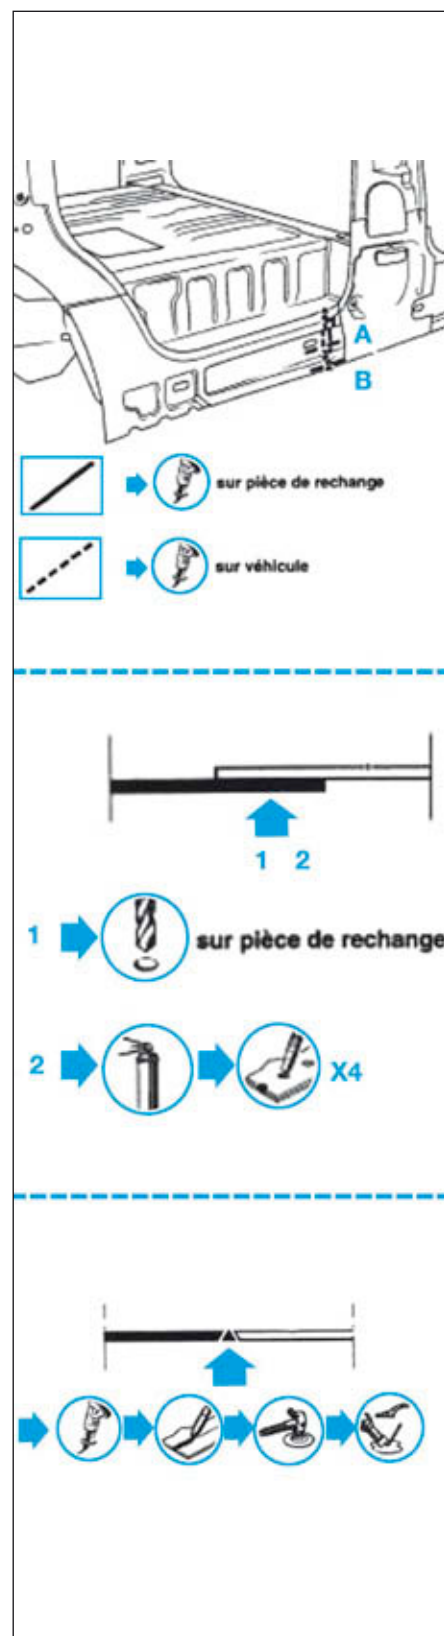

FIG.24
- Tracer puis découper la fermeture de bas de caisse (Fig.24) et (Fig.25).
- Souder par points bouchons et cordon MAG (Fig.24) et (Fig.25).